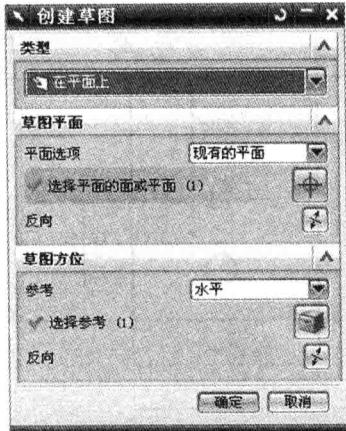

图 1-3 “创建草图”对话框
(1) 选择“插入”→“草图”，或单击“特征”工具栏中的图标，系统弹出如图 1-3 所示的“创建草图”对话框，选择草图平面与方位。系统默认选择 XC-YC 平面作为草绘平面，单击“确定”按钮，进入草绘界面。